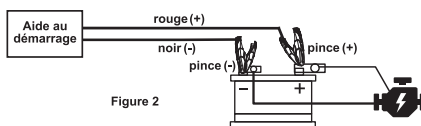

Figure 2
5. Aussitôt que le moteur démarre, attachez le fil positif à la borne de batterie et serrez la bride de la borne en prenant soin que la bride du booster et le fil de la batterie sont toujours connectés (fig. 2). Une fois que le fil positif a été sécurisé à la borne de batterie, éteignez le booster et déconnectez la batterie.